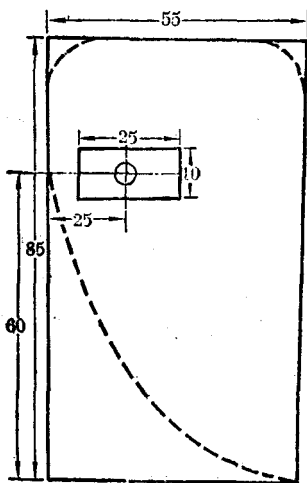
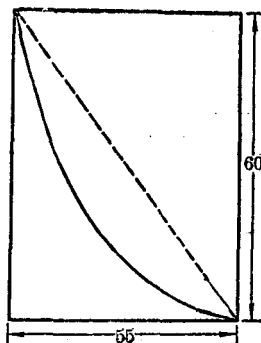

图 5
图 6
i. 锯 55×85 [毫米]² 木板二块制支架板(图 5); 支架板
4. 滑板座: 将 60×55 [毫米]² 木板一块,沿对角锯成两个三角形,然后把两块木块迭在一起,如图 6 所示把斜边锯成弧形,砂光后用胶水按图 5 中虚线位置,分别胶合在支架板内侧左下角和右下角。